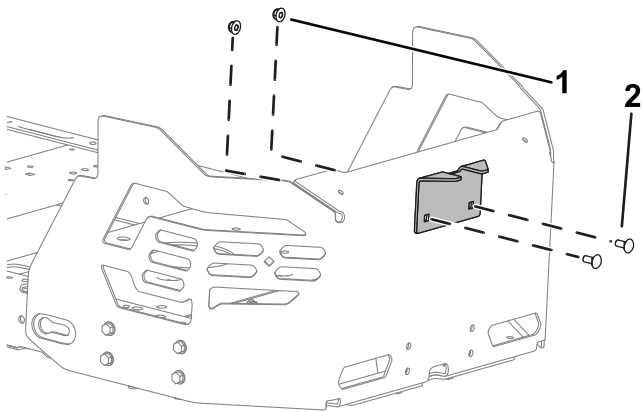

Bild 14
2. Befestigen Sie den Stabilisatorbügel mit zwei Schlossschrauben (5/16" x 3/4") und zwei Sicherungsmuttern (5/16") an der Motorschutzvorrichtung, wie in **Bild 14** abgebildet.